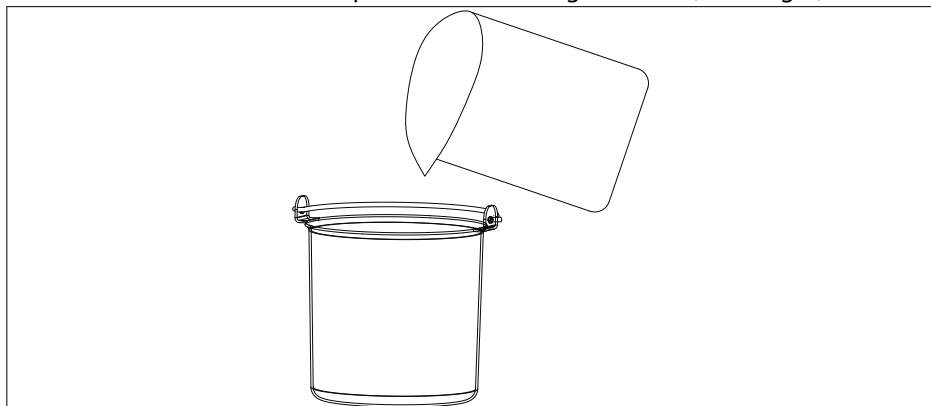

Fig. 3
- ▶ Introduzca los ingredientes preparados en el recipiente de aluminio. Utilice el vaso medidor suministrado para dosificar los ingredientes (véase fig. 3).